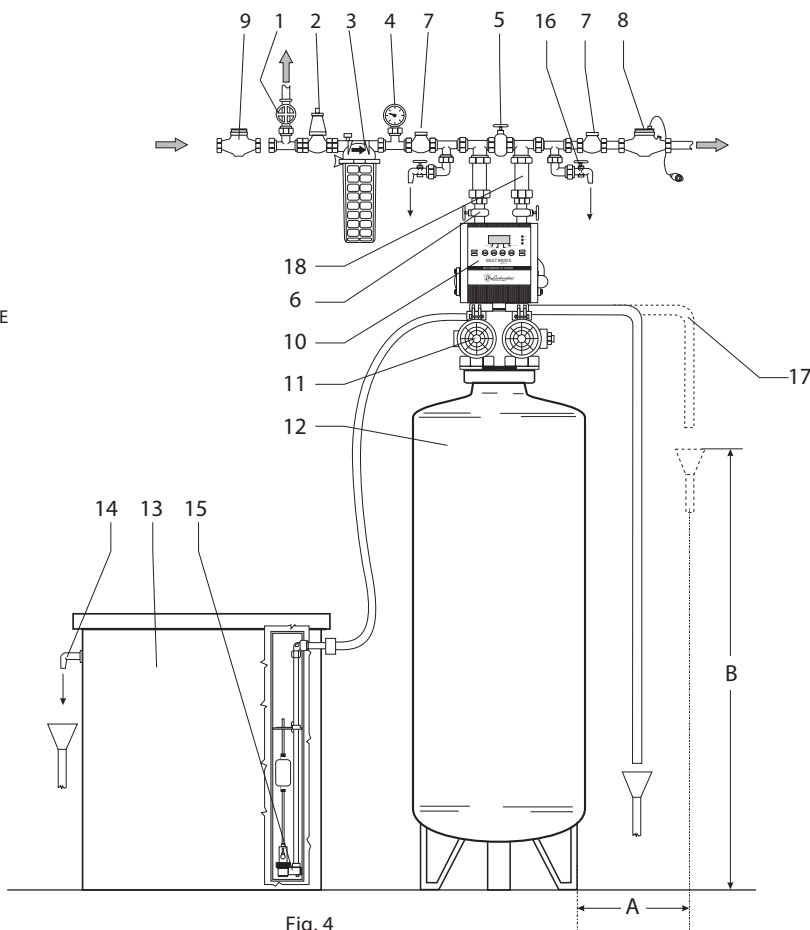

Fig. 4
- Faceti legăturile hidraulice ca în Fig. 4, legând intrarea de apă dură și ieșirea apei dedurizate conform indicatilor săgeților de pe valvă.